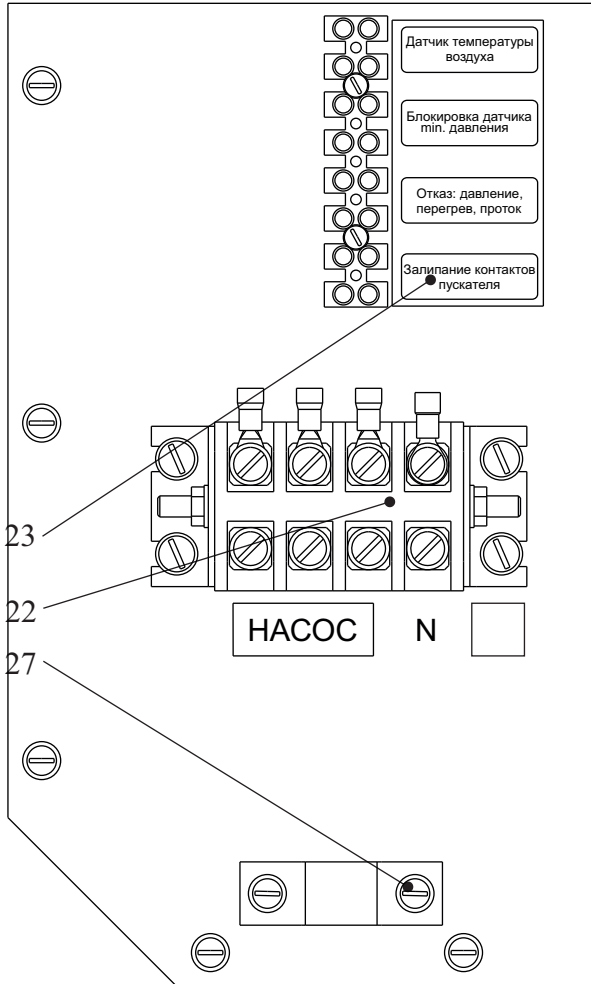

Рис.3 Панель подключения внешних устройств
4.1.5 Панель подключения внешних устройств включает в себя два клеммника. Четырехконтактный клеммник (22 рис.3) для подключения по питанию внешнего трехфазного циркуляционного насоса и ввода в прибор рабочего нуля (цепи управления 220В). Восьмиконтактный клеммник (23 рис.3) для подключения внешних устройств. Кабель насоса закрепляется с помощью скобы (27). Места подключения обозначены с помощью аппликаций.
При работе прибора в открытой системе отопления на клеммной колодке (23 рис.3) должна быть установлена перемычка на клеммах “Блокировка датчика t_{in} . давления”.
4.2.2 Для организации дистанционной индикации отказов прибора на клеммную колодку (23, Рис. 3) выведены сигналы “Отказ: давление, перегрев, проток” и “Залипание контактов пускателя” от соответствующих реле на плате управления. Контакты реле предназначены для работы в цепях переменного и постоянного тока в диапазоне напряжений 0-250В. Допустимый ток коммутации 5А. При аварийной ситуации контакты реле замыкаются.